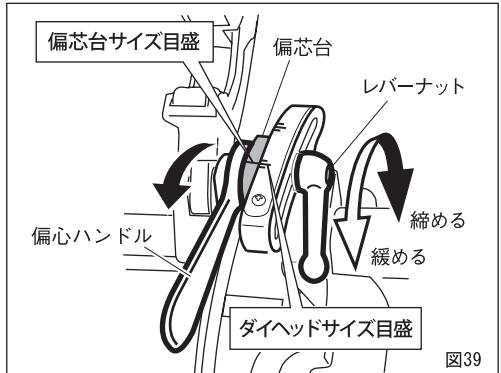
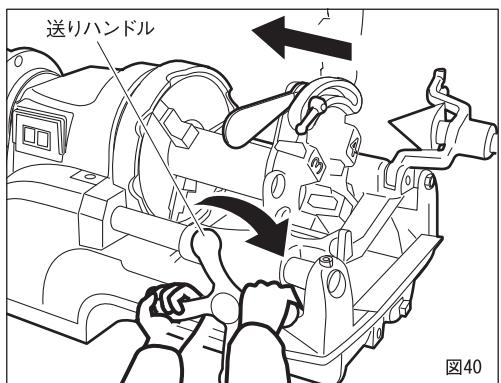

図39
図40
①ねじ切りのサイズ寸法を合わせるには偏心台の目盛りを、ダイヘッドのサイズ目盛りのねじ切り寸法に合わせて、レバーナットを締めて固定してください。(図39)
②スイッチを入れるとオイルはダイヘッドから自動的に注油されます。
③送りハンドルを右回り方向に動かしパイプにチエーザを押し付け食い付かせてください。ねじ山が3~4山切ればあとは自動的にねじが切れます。このマシンに使用されているシリーズモータは、回転数が周波数に左右されず、負荷によって自動的に変化します。(図40)